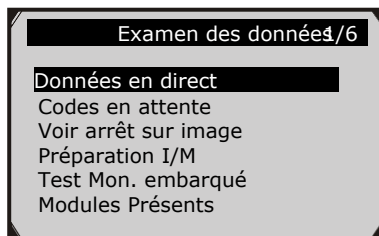

Figure 4.1
- 2) Utilisez le bouton de défilement **HAUT/BAS** pour sélectionner l'élément souhaité dans le menu **Examen des données**, puis appuyez sur le bouton **OK**. (Figure 4.1 )